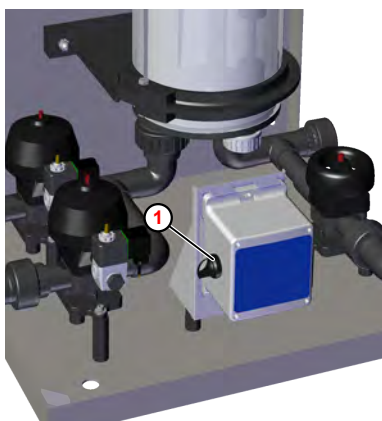

Fig. 15 : Mise en marche
- Placer l'interrupteur principal *Fig. 15*, ① en position d'arrêt.